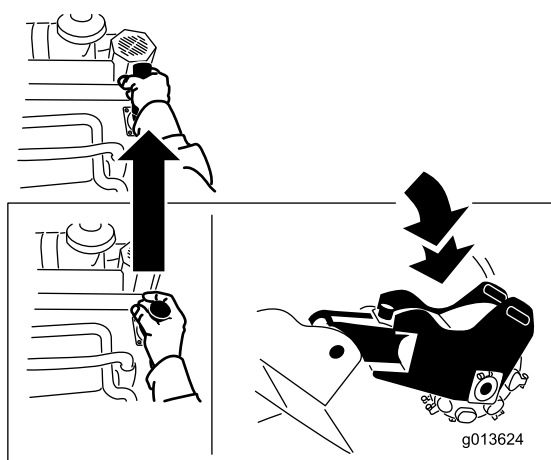

Figure 14
- Poussez le levier en avant pour abaisser la dessoucheuse (Figure 14).